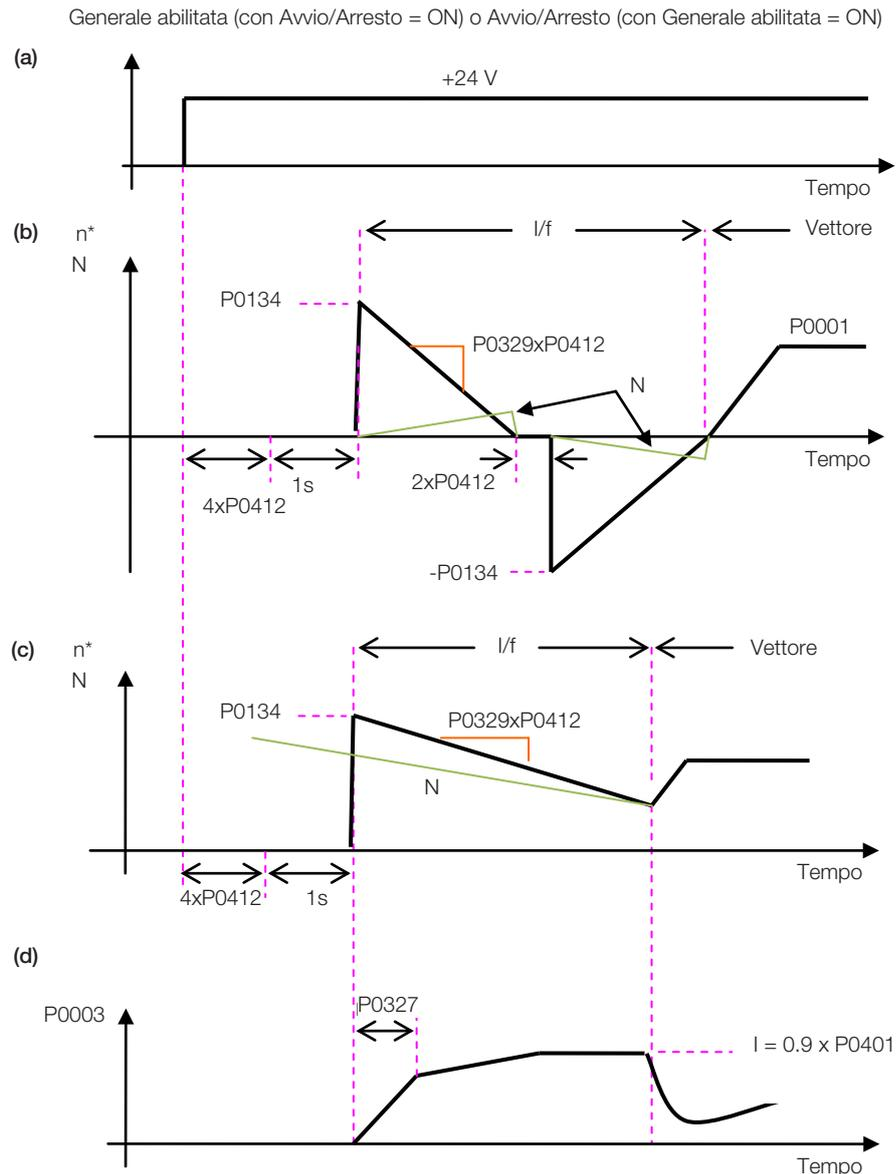

Figura 12.4: Da (a) a (d) Influenza di P0327 e P0329 durante il Flying Start (P0202 = 4)
Il comportamento della funzione Flying Start (FS) in modalità senza sensore durante l'accelerazione e la riaccelerazione può essere compreso dalla Figura 12.4.
La Figura 12.4 mostra il comportamento del riferimento di velocità quando la funzione FS viene avviata con l'albero motore fermo e un valore ridotto (non ottimizzato) per P0329.
La Figura 12.4 mostra il riferimento di velocità quando la funzione FS viene avviata con l'albero motore già in funzione nella direzione desiderata o con l'albero fermo e un parametro P0329 già ottimizzato.